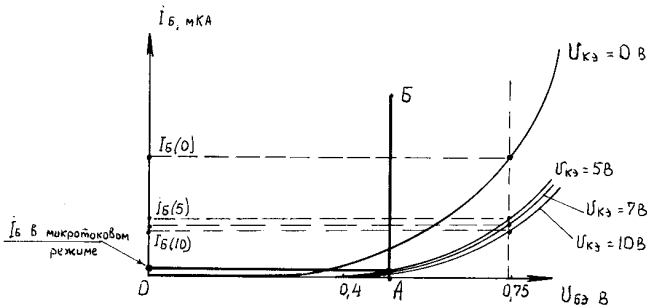

Рис.4
- И, наконец, самое главное, - довершил дело Сан-Саных. Он подошел к Васе Ка-Зе, вынул свою знаменитую шариковую ручку "Pensan" и аккуратно прочертил на рис.4 вертикальную линию АБ.